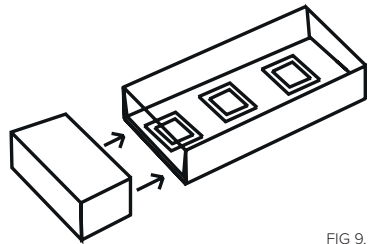

FIG 9.
9. Vul het afdek kapje van het uiteinde van de ledstrip volledig met het afdichtmateriaal en plaats deze vervolgens op het uiteinde van de ledstrip (zie fig 9).